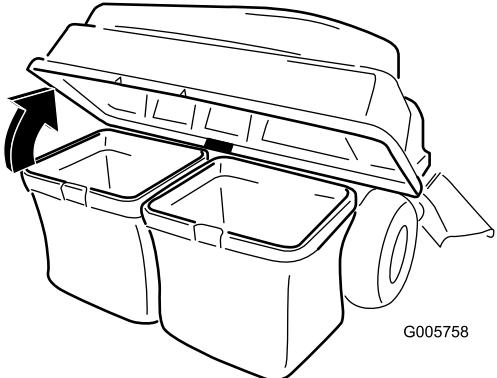

Figura 24
3. Abra (levante) la tapa del ensacador (Figura 24).